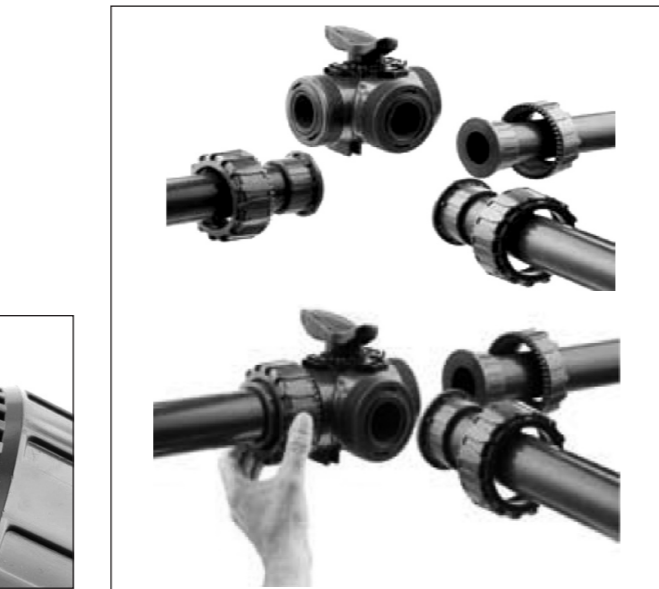

Fig. 3
- Svitare le ghiera (13) e inserirle sui tratti di tubo.
- Procedere all'incollaggio o saldatura o avvitamento dei manicotti (12) sui tratti di tubo.
- Verificare che sul corpo valvola sia installato il sistema di blocco ghiera DUAL BLOCK® (26). Il DUAL BLOCK® è il sistema brevettato sviluppato da FIP che dà la possibilità di bloccare, in una posizione prefissata le ghiera delle valvole a sfera a smontaggio radiale. Il sistema di blocco assicura il serraggio delle ghiera anche nel caso di condizioni di servizio gravose come, per esempio, in presenza di vibrazioni o dilatazioni termiche.
- Posizionare la valvola fra i manicotti e serrare completamente le ghiera (13) a mano in senso orario (Fig.3), senza utilizzare chiavi o altri utensili che possano danneggiare la superficie delle ghiera. Per sbloccare le ghiera basta agire con un dito sull'apposita leva di sblocco premendola assialmente per allontanare il blocco dalla ghiera, e poi svitare in senso anti- rario la stessa. (Fig.4).
- Position the valve between the two end-connectors and tighten the union nuts (13) by hand (Fig.3); do not use keys or other tools which may damage the nut surface. Now the nuts are locked (to un-lock them, press the proper lever in axial direction away from nut teeth, unscrew the nut counter-clockwise). (Fig.4)
- Insérez le robinet entre les deux collets et serrez bien les écrous (13) dans le sens horaire (Fig.3) en utilisant les mains pour ne pas endommager la surface des écrous union. Ainsi les écrous union sont bloqués; pour les débloquent il faut tout simplement appuyer un doigt sur le petit levier et lui déplacer du filetage de l'écrou union. (Fig.4)
- Bringen Sie das Ventil zwischen die beiden Anschlußteile und ziehen Sie die Überwurfmutter (13) von Hand an. Benutzen Sie keine Schlüssel oder Werkzeuge, die die Oberfläche der Überwurfmutter beschädigen können (Fig.3). Jetzt sind die Überwurfmutter arretiert. Zum Freigeben muß der Hebel in axialer Richtung von den Zähnen weg gedrückt werden. Schrauben Sie die Überwurfmutter entgegen dem Uhrzeigersinn los. (Fig.4)